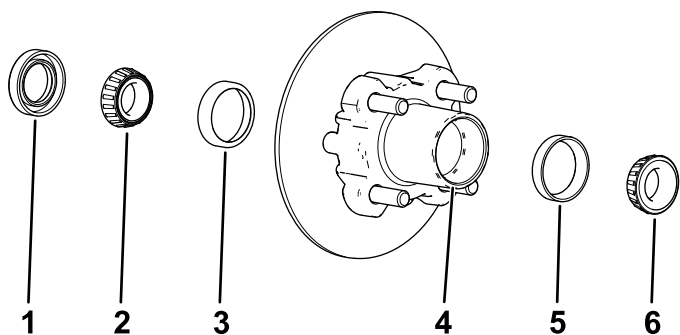

Figure 32
1. Déposez le roulement extérieur et la bague de roulement du moyeu (Figure 32).
2. Déposez le joint et le roulement intérieur du moyeu (Figure 32).
5. Éliminez la graisse, la saleté et les débris à l'intérieur de la cavité du moyeu (Figure 32).
7. Remplissez 50 à 80 % de la cavité du moyeu avec la graisse spécifiée (Figure 32).
8. Montez le roulement intérieur sur la bague, sur le côté intérieur du moyeu, puis posez le joint (Figure 32).